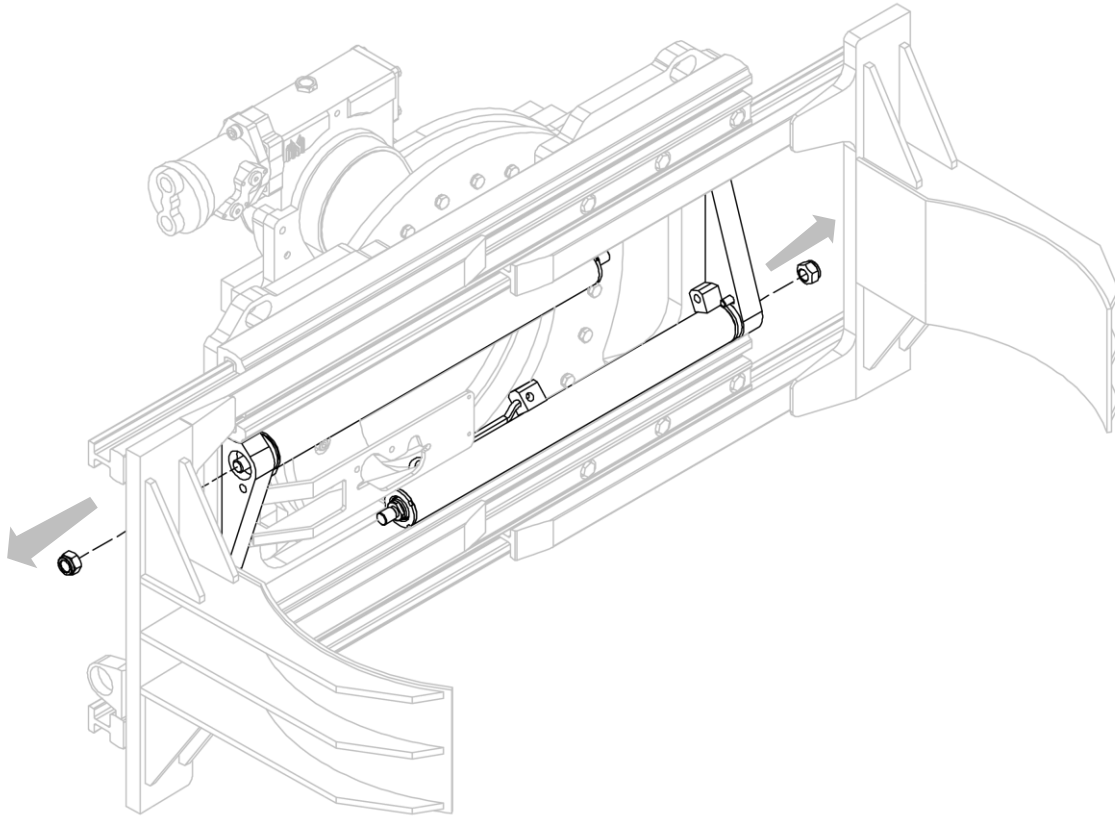

Figura 37
7. Quitar las tuercas que bloquean los cilindros a la estructura del implemento y quitar los cilindros, cuidando a no dañarlos (mira *Figura 37*).